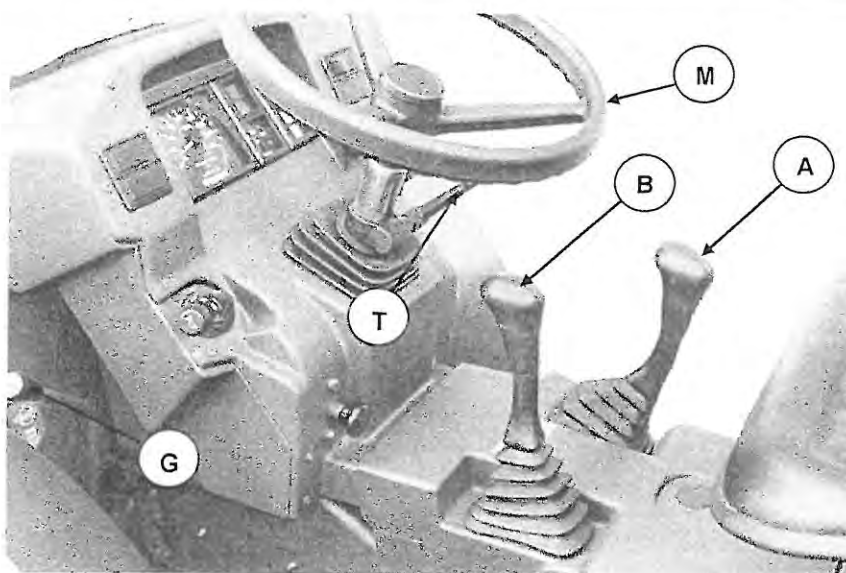

Abb. 4
**A. GANGSCHALTHEBEL (Abb. 4)**
**B. SCHALTHEBEL FUER DIE GRUPPENSCHALTUNG (Abb. 4)**
**G. SCHALTHEBEL FÜR DIE VORDERE DIFFERENTIALSPERRE (Abb. 4)**
**M. SERVOLENKUNG (Abb. 4)**